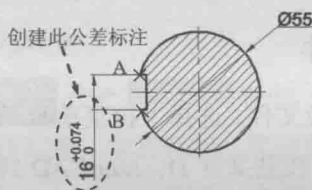

图 1.1.25 创建带公差的线性标注
(1) 选择下拉菜单 **标注(B)** → **线性(L)** 命令, 分别捕捉图 1.1.25 中的 A、B 两点。
(2) 在命令行中输入字母 M (即选择“多行文字”选项), 按 Enter 键。